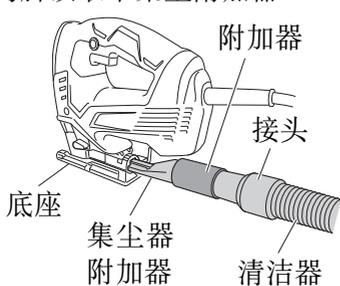

图 21
- (3) 通过附加器连接上集尘附加器。（图 21）
- (4) 连接附加器与清洁器的接头。（图 21）